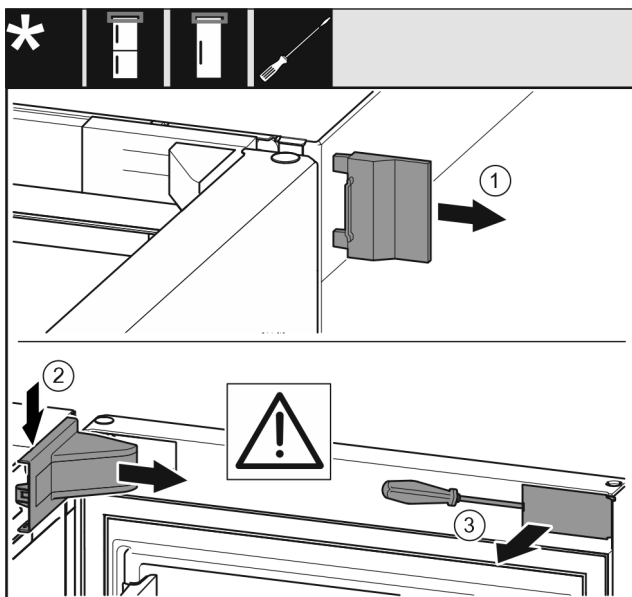

Fig. 9
- Skinite vanjski poklopac Fig. 9 (1).
- Podignite i skinite pokrov podloška ležaja Fig. 9 (2).
- Odvijačem s ravnom glavom odvojite masku Fig. 9 (3) i zakrenite je na stranu.